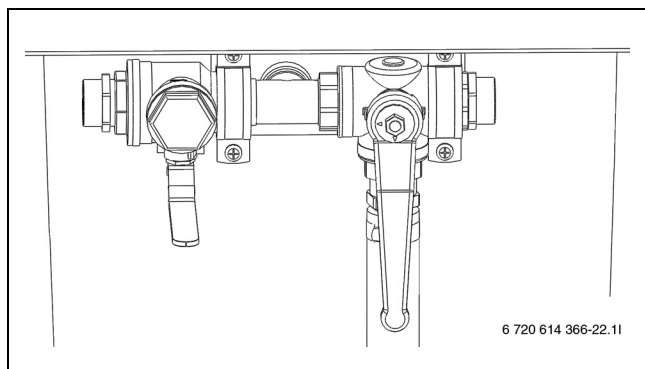

Рис. 28 Заполняющая станция в положении смешивания
- ▶ Установите краны заполняющей станции в положение смешивания (→ рис. 28).